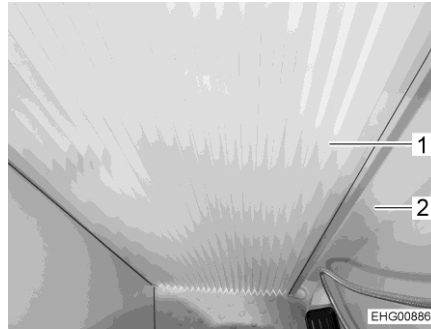

Bild 170 Plisségardin, stängd
- Stäng plisségardinen (Bild 170,1). Dra plisségardinen mot den stora vridväggen (Bild 170,2) tills magnetspärren håller plisségardinen på plats.